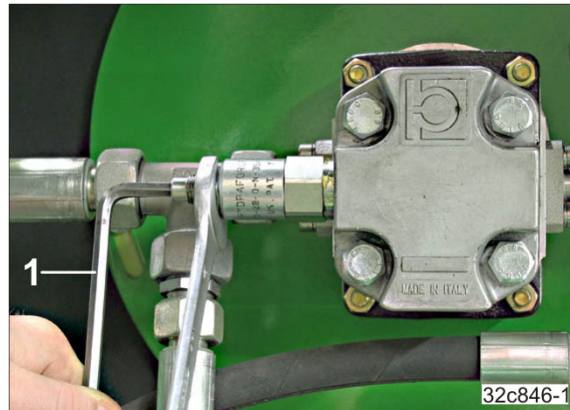

Fig. 222
- Desserrez le contre-écrou (Fig. 222).
- Réglez le limiteur de pression sur la cote définie par le constructeur « 21 mm » (Fig. 222).
- Tournez la vis en conséquence en utilisant une clé à six pans creux (Fig. 222/1).